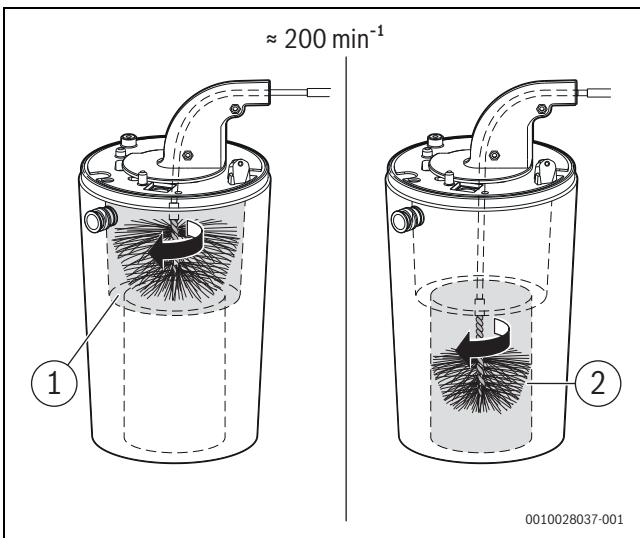

Bild 21 Wärmeblock reinigen (ca. 200 min-1, nur Rechtslauf)
- ▶ Mit kleiner Bürste für den unteren Bereich wiederholen (→ Bild 21, [2]).